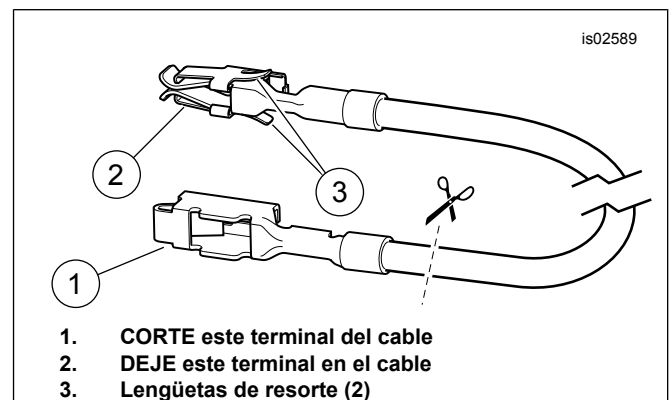
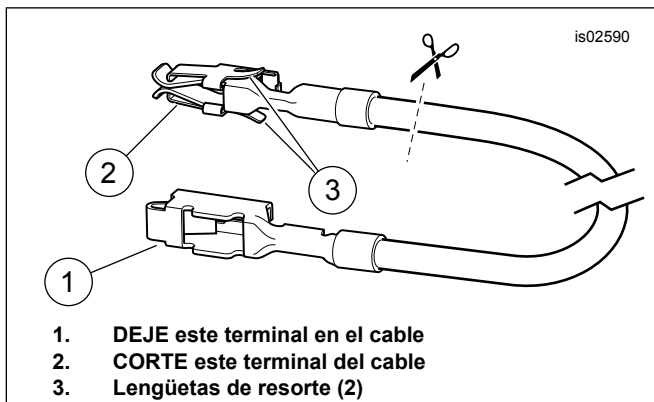
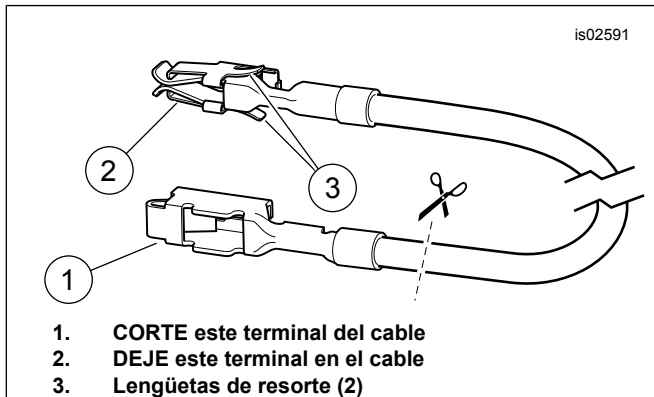
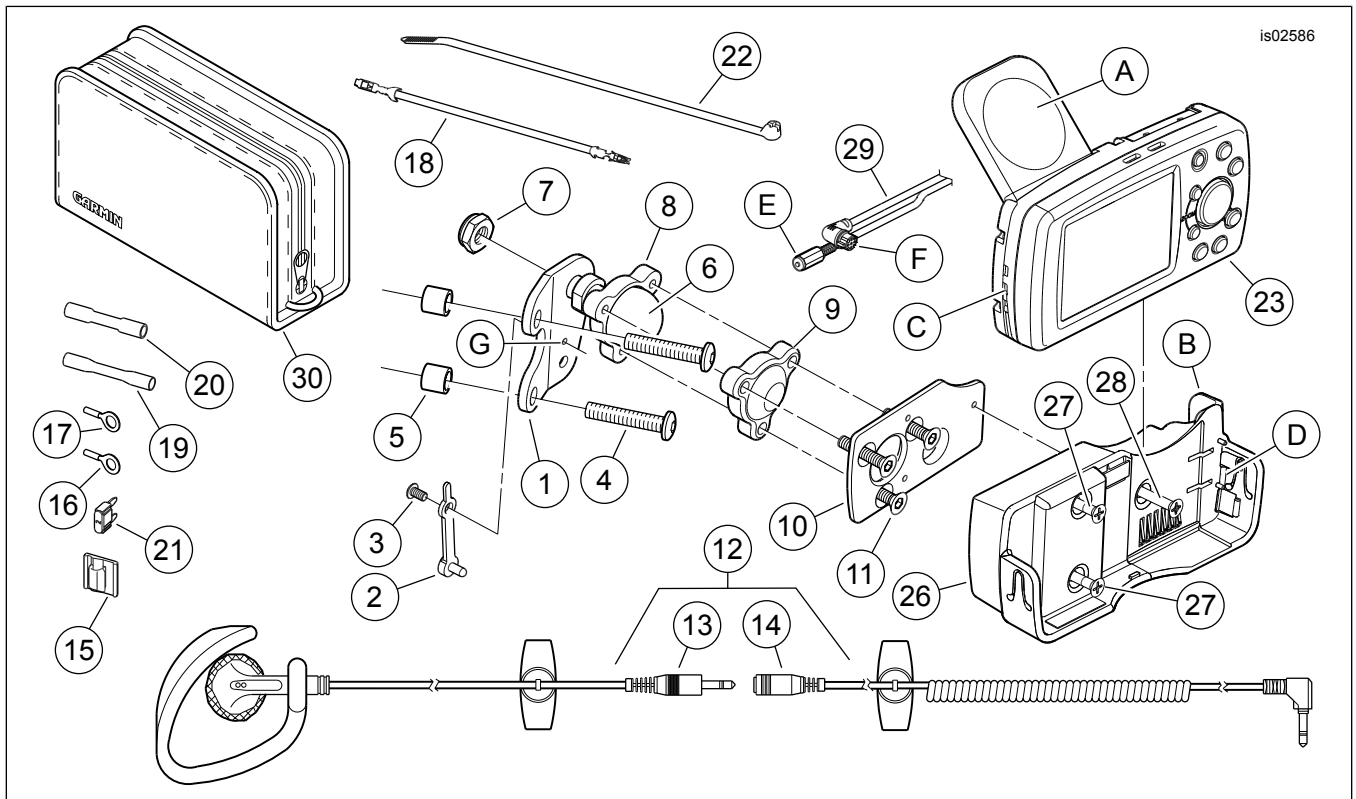

Figura 1. Cable adaptador del bloque de fusibles (Dyna y Softail)
Figura 2. Cable adaptador del bloque de fusibles (FL Touring de 2004 a 2006) (FL Touring de 2008 y posteriores)
Figura 3. Cable adaptador del bloque de fusibles (FL Touring de 2007)
Figura 4. Piezas de servicio, kits de soporte de crucero y GPS
- b. Obtenga del kit el cable del adaptador naranja/blanco (18) del bloque de fusibles. Observe el terminal en cada extremo (vea la Figura 1 ). Solamente el terminal **CON las lengüetas de resorte** encajará dentro de la cavidad de fusibles. Cuidadosamente corte el terminal **SIN** lengüetas de resorte del cable y deséchelo.
- d. Corte la longitud sobrante del cable rojo **del arnés de cables del Road Tech Quest** para que quede cerca del cable del adaptador naranja/blanco instalado en el paso 4c. Vea la advertencia después del paso 3 y la sección CONECTORES DE EMPALME PLANO SELLADO del Manual de servicio. Usando el conector de empalme plano azul (20) del kit, empalme el cable rojo del arnés del Road Tech Quest al cable adaptador naranja/blanco.
- e. Vea la Figura 4. Instale uno de los fusibles de 2 A (21) del kit en la cavidad de fusible "OPEN" (abierto) para completar el circuito.
- c. Obtenga del kit el cable del adaptador naranja/blanco (18) del bloque de fusibles. Observe el terminal en cada extremo (vea la Figura 1 ). Solamente el terminal **CON las lengüetas de resorte** encajará dentro de la cavidad de fusibles. Cuidadosamente corte el terminal **SIN** lengüetas de resorte del cable y deséchelo.
- e. Corte la longitud sobrante del cable rojo **del arnés de cables del Road Tech Quest** para que quede cerca del cable del adaptador naranja/blanco instalado en el paso 5d. Vea la advertencia después del paso 3 y la sección CONECTORES DE EMPALME PLANO SELLADO del Manual de servicio. Usando el conector de empalme plano **azul** (20) del kit, empalme el cable rojo del arnés del Road Tech Quest al cable adaptador naranja/blanco.
- f. Vea la Figura 4. Instale uno de los fusibles de 2 A (21) del kit en la cavidad de fusible "P&A IGN" para completar el circuito.
- c. Obtenga del kit el cable del adaptador naranja/blanco (18) del bloque de fusibles. **Para los modelos de 2004 a 2006 y para los modelos de 2008 y posteriores:** Observe el terminal en cada extremo (vea la Figura 2 ). Solamente el terminal **SIN las lengüetas de resorte** encajará dentro de la cavidad de fusibles. Cuidadosamente corte el terminal **CON** lengüetas de resorte del cable y deséchelo. **Para los modelos de 2007 solamente:** Observe el terminal en cada extremo (vea la Figura 3 ). Solamente el terminal **CON las lengüetas de resorte** encajará dentro de la cavidad de fusibles. Cuidadosamente corte el terminal **SIN** lengüetas de resorte del cable y deséchelo.
- f. Corte la longitud sobrante del cable rojo **del arnés de cables del Road Tech Quest** para que quede cerca del cable del adaptador naranja/blanco instalado en el paso 6e. Vea la advertencia después del paso 3 y la sección CONECTORES DE EMPALME PLANO SELLADO del Manual de servicio. Usando el conector de empalme plano **azul** (20) del kit, empalme el cable rojo del arnés del Road Tech Quest al cable adaptador naranja/blanco.
- g. Vea la Figura 4. Instale uno de los fusibles de 2 A (21) del kit en la cavidad de fusible "P&A IGN" para completar el circuito. Vuelva a instalar los tres fusibles que se quitaron en el paso 6d en las cavidades correctas.
- d. Vea la Figura 4, la advertencia después del paso 3 y la sección CONECTORES DE EMPALME PLANO SELLADO del Manual de servicio. Usando el conector de empalme plano **rojo** (19) del kit, empalme el cable rojo junto con los cables naranja/blanco del paso 7b.
8. **Para todos los modelos:** Abra la cubierta del portafusibles en el arnés del Road Tech Quest. Enchufe el fusible restante de 2 A (21) del kit en el portafusibles y cierre la cubierta.